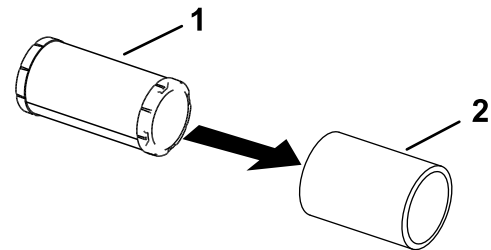

Figura 35
5. Separe los elementos de gomaespuma y papel (Figura 35).